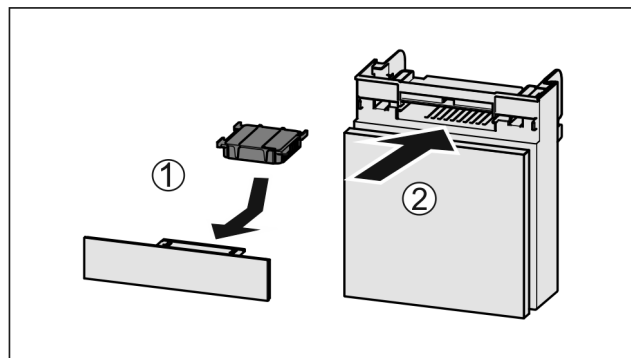

Fig. 137
- Vložte aktívny uhlíkový filter podľa obrázka Fig. 137 (1).
- Zasuňte zásuvku Fig. 137 (2).